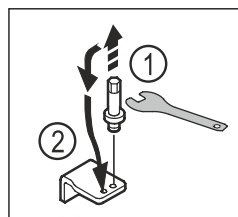

Fig. 21
- ▶ Dévisser l'axe du support de palier inférieur avec une clé mâle coudée pour vis à six pans creux de 5. Fig. 21 (1)
- ▶ Placer l'axe du côté opposé. *Fig. 21 (2)*